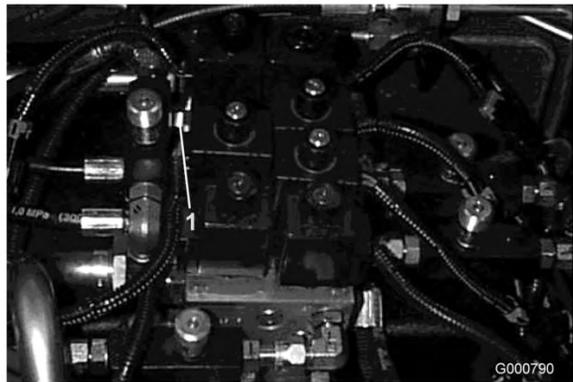
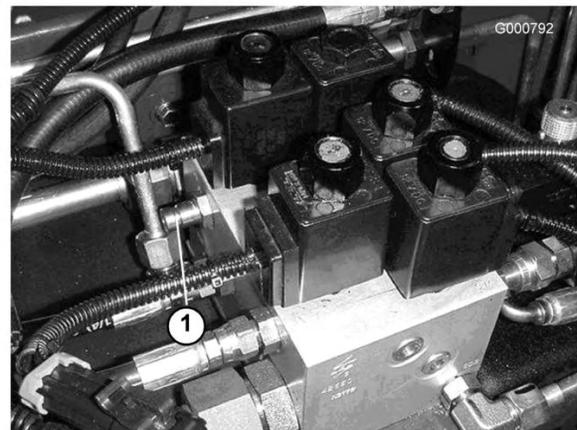

Bild 80
Bild 81
1. Mit dem Testanschluss A (Bild 80 und Bild 81) wird der Hydraulikschaltkreis für die Hubzylinder geprüft.